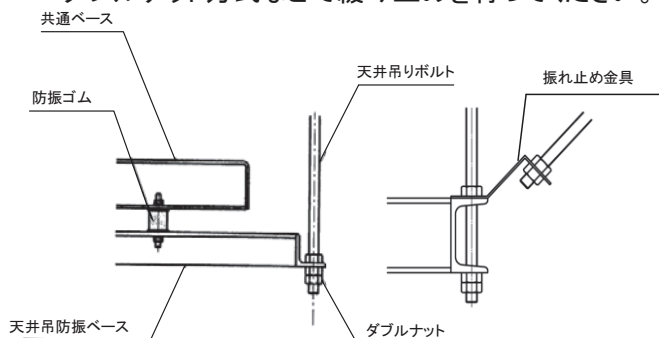

図 5 天井吊り取り付け例
- (1) 天井にあらかじめ埋め込まれた吊りボルトにより、送風機のベースを水平に吊りボルト全部に均等に荷重が掛かるようにしてください。
- (2) 吊りボルトは、十分な強度のもの（ボルト自身および埋込状態とも）を用意してください。
- (3) 据付け後、吊りボルトのナットには、ダブルナット方式などで緩み止めを行ってください。
- (4) 耐震型とする場合は、建築構造体に強固に固定した形鋼製架台に堅固設置してください。
- (5) 図 5 に示すように天井吊りボルトと天井吊防振ベースを固定してください。